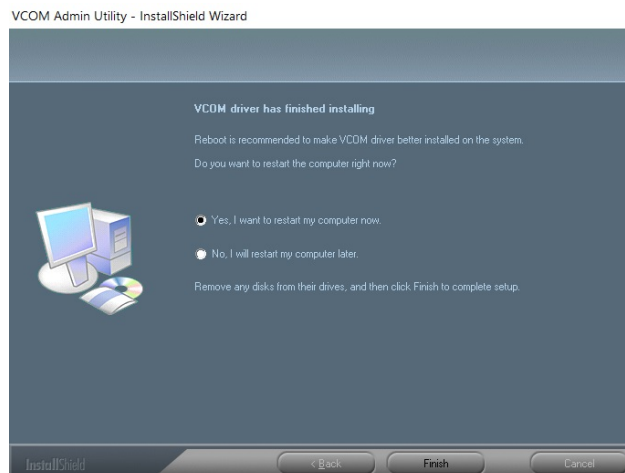

Figura 5-1-5:Reiniciar sistema
5. Reinicie la computadora como se muestra en Figura 5-1-5.